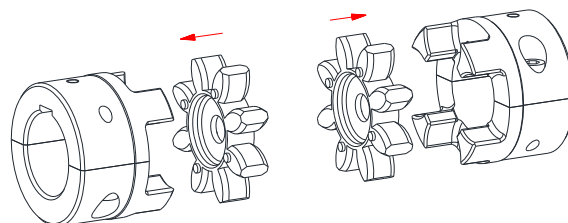

Figura 17: Montagem das coroas dentadas
- Coloque as coroas dentadas na secção dos cames dos cubos SPLIT (ver figura 17).